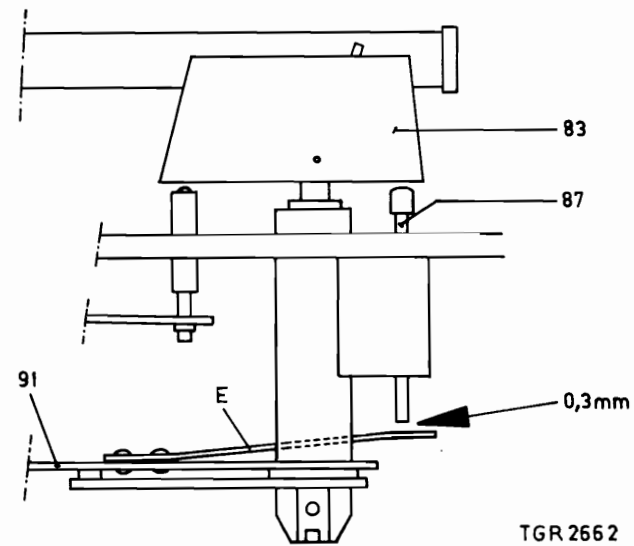

Fig. 2
- c. Bladveer E van beugel 91 (fig. 2)
- c. Blattfeder E von Bügel 91 (Abb. 2)
- c. Molla a lama E della squadretta 91 (fig. 2)
- c. Resorte de lámina E de la brida 91 (Fig. 2)
c. Bladfjäder E för arm 91 (fig. 2)